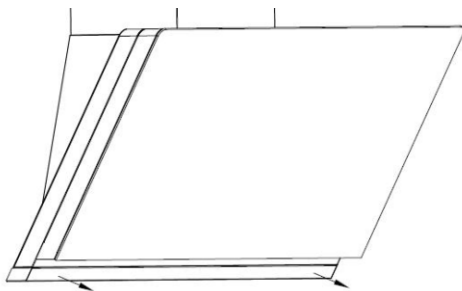
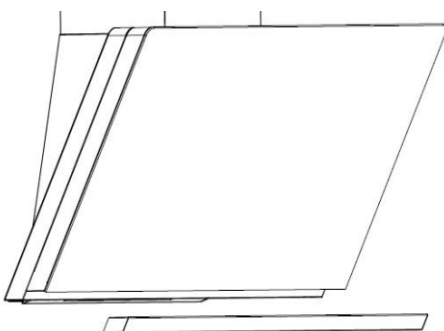

Fig.3
Fig.3.1
Membersihkan Wadah Penampung Minyak (Fig.3 & Fig.3.1)
- Tahan kedua sisi dari wadah penampung minyak pada posisi horizontal dan geser wadah dengan perlahan dari tudung hisap. Karena mungkin ada minyak pada wadah, maka tahan agar posisi wadah tetap rata saat melepaskannya.(Fig.3 & Fig.3.1)